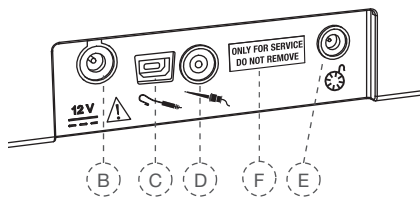

Fig. 3 Vedere din spate a racordurilor
Prin intermediul portului USB (fig. 3, F) se pot instala actualizări ale software-ului, respectiv se pot realiza lucrări de întreținere. Acest port servește exclusiv personalului de service autorizat și, la livrare, este acoperit cu eticheta "ONLY FOR SERVICE DO NOT REMOVE" (numai pentru service – nu îndepărtați). Eticheta trebuie îndepărtată numai de personalul de service. Singura excepție o reprezintă actualizarea cu software-ul R 1.0, care poate fi realizată de dumneavoastră, cu ajutorul instrucțiunilor de actualizare a VDW.GOLD®.
3. Conectați cablul încărcătorului de rețea la priză de racordare (fig. 3, B) de pe partea din spate a aparatului.
8. Introduceți cablul întrerupătorului pedală în priză de racordare (fig. 3, E) de pe partea din spate a unității de comandă.
10. Conectați fișa cablului clemei labiale în priza de racordare (fig. 3, C) de pe partea din spate a unității de comandă.
12. Conectați fișa cablului clemei de ac în priza de racordare (fig. 3, D) de pe partea din spate a unității de comandă.